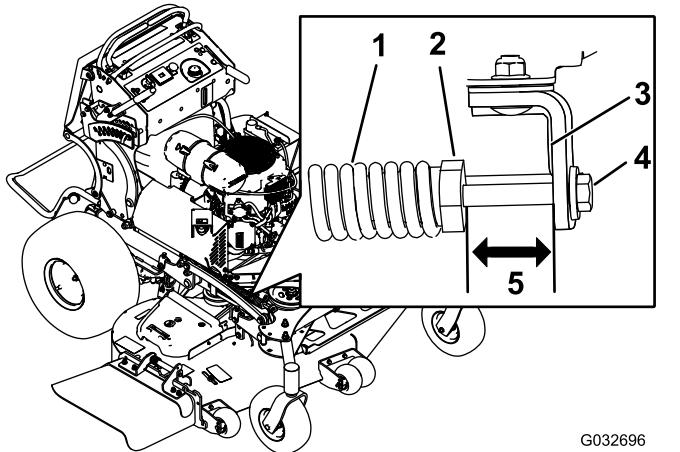

Figura 94
2. Compruebe la distancia entre la tuerca del muelle y el lado trasero del soporte de montaje soldado (Figura 94).
3. Asegúrese de que la longitud es de 51 mm (2") para carcassas de corte de 122 y 132 cm (48" y 52") y de 38 mm (1.5") para carcassas de cortacésped de 152 cm (60"), como se muestra en la Figura 94.
4. Si es necesario, ajuste la distancia ajustando el perno situado en la parte delantera del soporte de montaje (Figura 94).